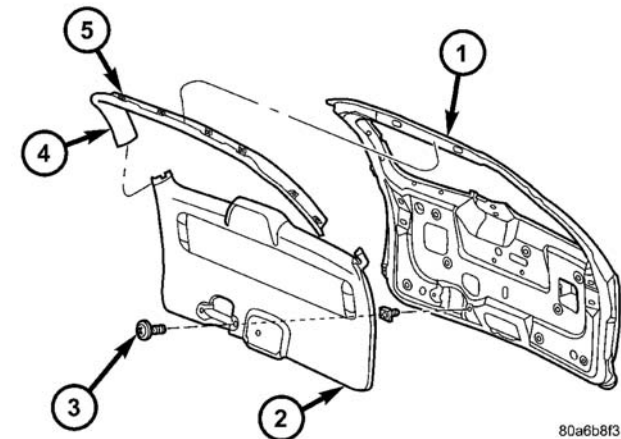

图 8 举升门装饰件
- (2) 拆卸举升门上框嵌条(图 8)。
- (3) 拆卸扶手螺钉。
- (4) 自举升门周围或举升门上脱离固定装饰板至举升门的暗夹(图 8)。
- (5) 自车灯拆开导线接头。
- (6) 自车辆拆下举升门装饰板。
- (1) 将举升门装饰板装在车辆上。
- (2) 结合暗夹，将装饰板固定至举升门和举升门周围的扣件（图 8）。
- (3) 将导线接头接至车灯。
- (4) 将门控灯安装至举升门装饰板。
- (5) 安装螺钉，将扶手固定至举升门。
- (6) 安装上框侧嵌条。
- (7) 安装举升门上框嵌条。
- (8) 安装连接举升门电机连杆的固定螺栓，并将其拧紧至 28 N • m(21ft.1bs.)的扭矩。